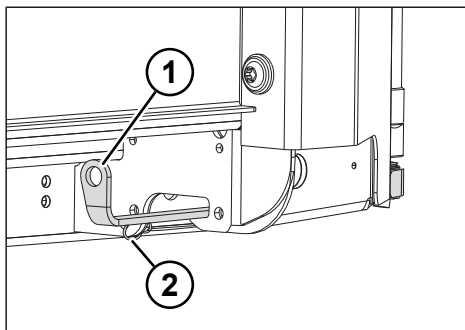

Рис. 6-21: Зажимный рычаг для исполнения 1
- ▶ Закрепите предохранительный крюк (см. "Рис. 6-21: Зажимный рычаг", стр. 88).